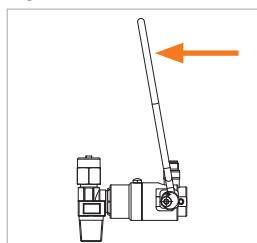
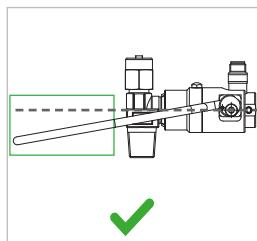

Figure 4
Figure 5
- Relevez l'arceau de commande (n° 1) vers le bas (Figure 4). L'arceau de commande doit pouvoir être manipulé facilement vers le bas sans forcer. L'arceau de commande doit se trouver dans sa position finale sous le plan horizontal par rapport au connecteur (Figure 5).